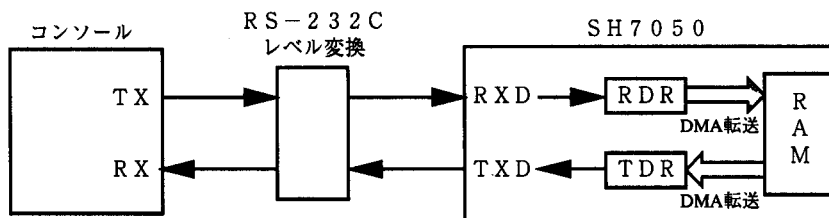
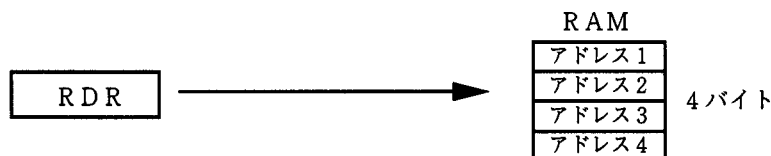

図1 SH7050によるRAM上データのSCI転送ブロック図
図2 DMACを用いたデータ転送（転送元直接アドレス）
- (1) 図1に示すように、SH7050のSCIを調歩同期式モードで使用し、コンソールから送信されたRAM参照アドレス（4バイトデータ）を受信し、その内容をRAM上から取りだしSCIでコンソールに送信します。
- (2) 転送プロトコルは9600bps、8ビットデータ、1ストップビット及びノンパリティとします。
- (3) RDRからRAMへのデータ転送は図2に示すようにDMACの直接アドレスモードを使用し、RDRの受信データをRAM上に格納します。